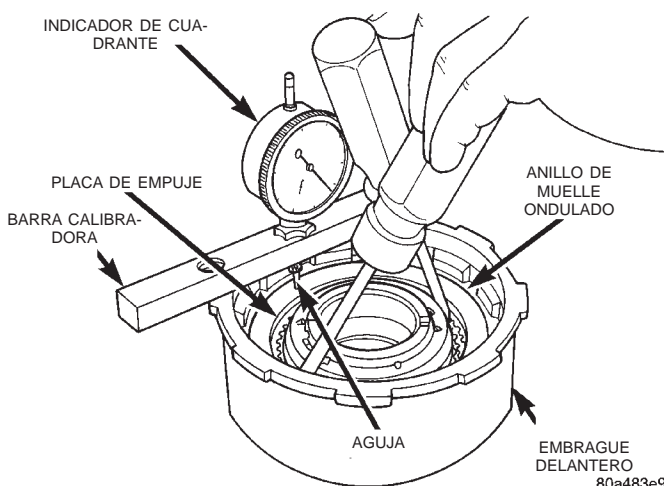

Fig. 139 Medición de la holgura del conjunto del embrague delantero
(10) Con una barra calibradora apropiada y un indicador de cuadrante, mida la holgura del plato de embrague (Fig. 139).
(a) Coloque la barra calibradora sobre el tambor de embrague con la aguja del indicador de cuadrante sobre la placa de empuje (Fig. 139).